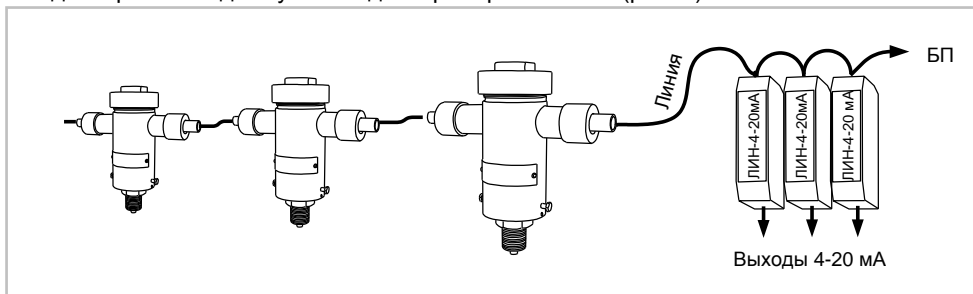

Рис. 5
6.3.2 Для получения унифицированных токовых сигналов 4-20 мА используется адаптеры – по одному на каждый преобразователь (рис. 5).